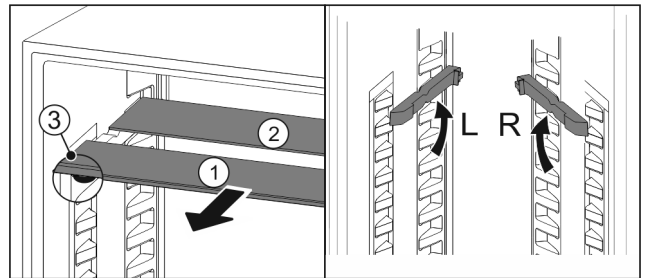

Fig. 97
- Vytiahnite sklené dosky jednotlivo dopredu Fig. 97 (1).
- ▷ Sklená doska Fig. 97 (1) s ozdobnou lištou leží vpredu.
- ▷ Zarážky Fig. 97 (3) ukazujú nadol.